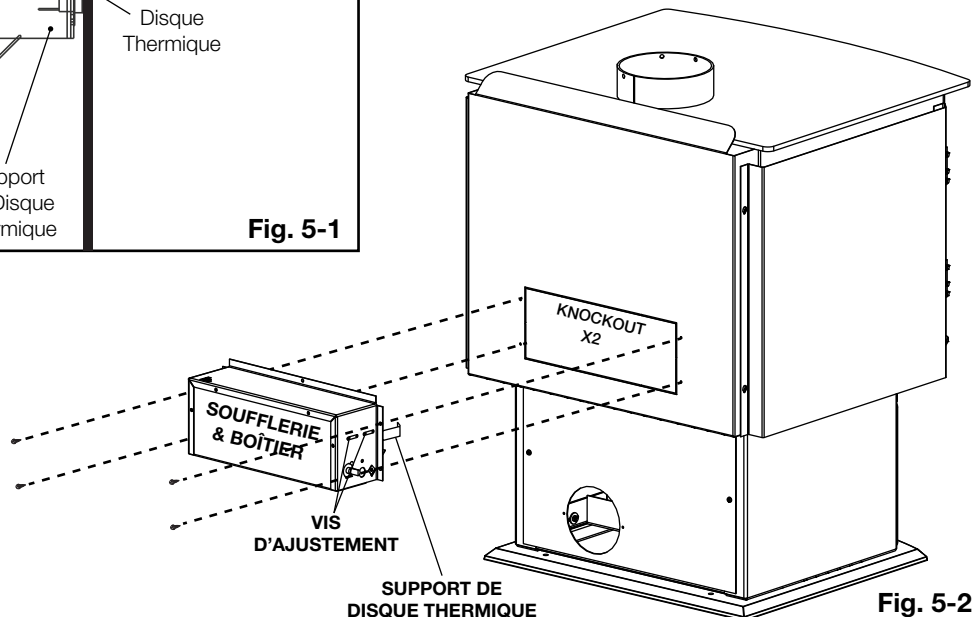

Fig. 5-2
3. Installez la soufflerie et le boîtier comme illustré (**Fig. 5-2**) à l'aide des 4 vis (fournies).